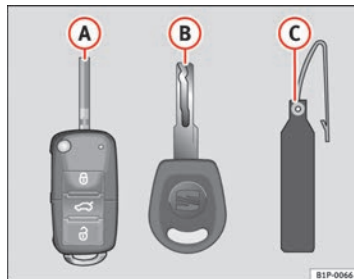

Abb. 63 Schlüsselsatz
- Funkschlüssel ⇒ Abb. 63 A mit ausklappbarem Schlüsselbart